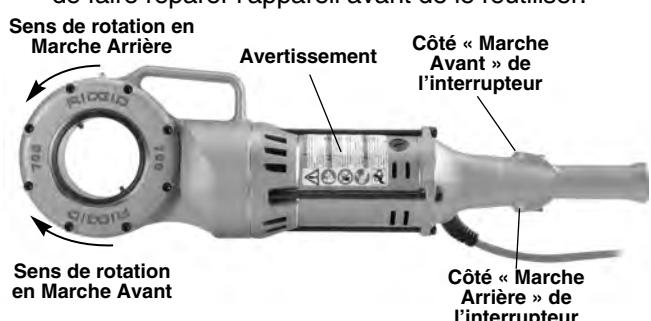
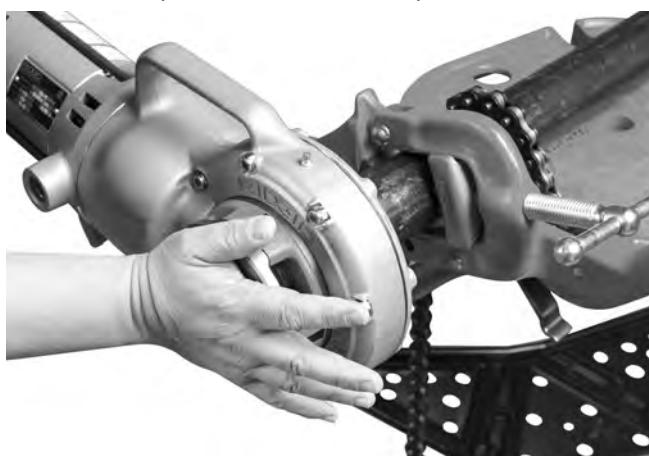

Figure 3 – Position de l'interrupteur en fonction du sens de rotation
Figure 8 – Entamez le filetage
- La présence et la lisibilité des avertissements apposés sur l'appareil (*Figure 3*).
- Appuyez momentanément sur le côté Marche Avant de l'interrupteur, puis sur son côté Marche Arrière pour vous assurer que l'appareil tourne bien dans le sens correspondant indiqué à la *Figure 3*, et que l'interrupteur permet de contrôler l'appareil normalement.
4. Pour entamer le filetage, appuyez simultanément sur l'interrupteur (*Figure 3*) et, avec la paume de l'autre main, sur la tête de filière (*Figure 8*). Ne jamais interposer un chiffon ou porter de gants ou de bijoux